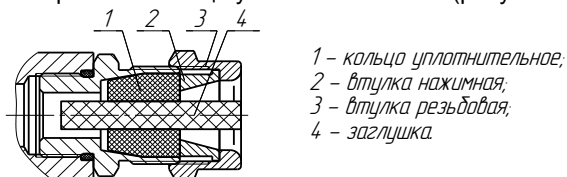

Рисунок 6
3.5.5 Для монтажа должен применяться кабель круглого сечения диаметром от 5 мм до 12 мм для кабельного ввода D12 и от 12 мм до 18 мм для кабельного ввода D18. Диапазон допустимых наружных диаметров монтируемого кабеля указывается на торцевой поверхности кольца уплотнительного 1 (рисунок 6).